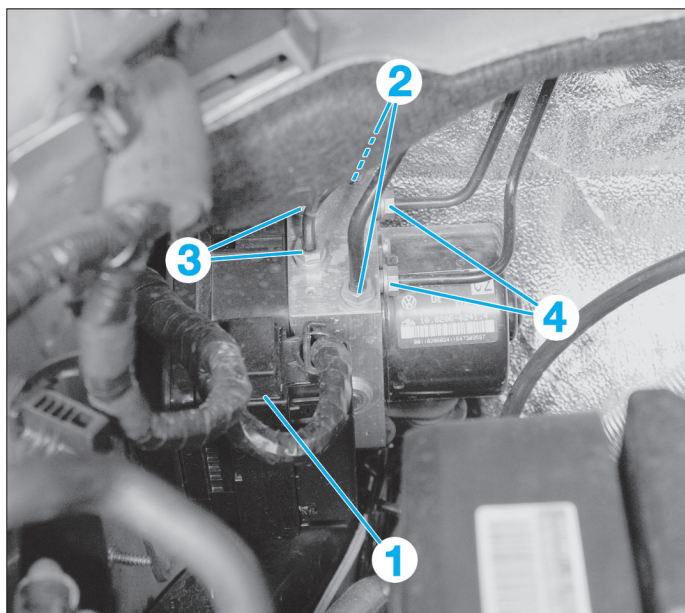

Fig. 16
- Déverrouiller le connecteur du calculateur d'ABS (1), en tirant son verrouillage vers le haut puis le débrancher en le tirant (Fig.16).